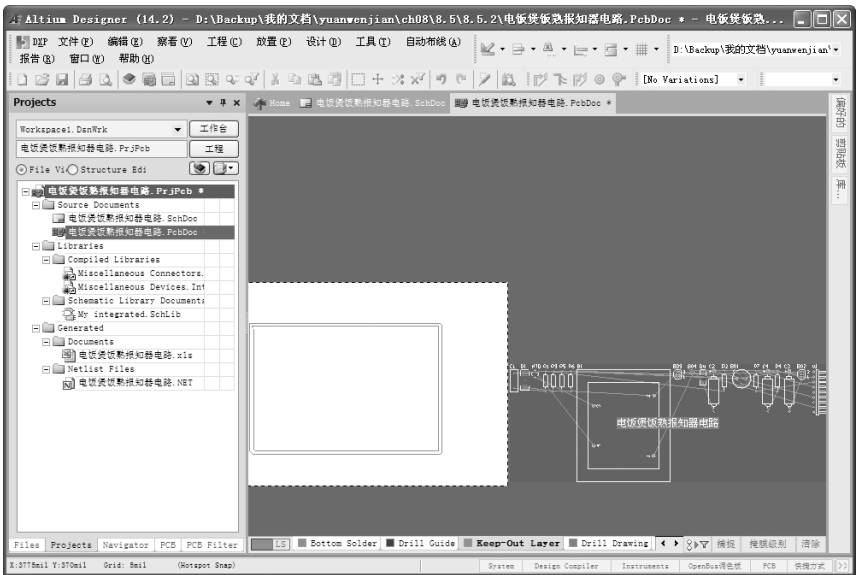

图 8-34 添加元器件封装的 PCB 图
7) 单击 **关闭** 按钮, 关闭对话框。此时, 在 PCB 图纸上已经有了元器件的封装, 如图 8-34 所示。